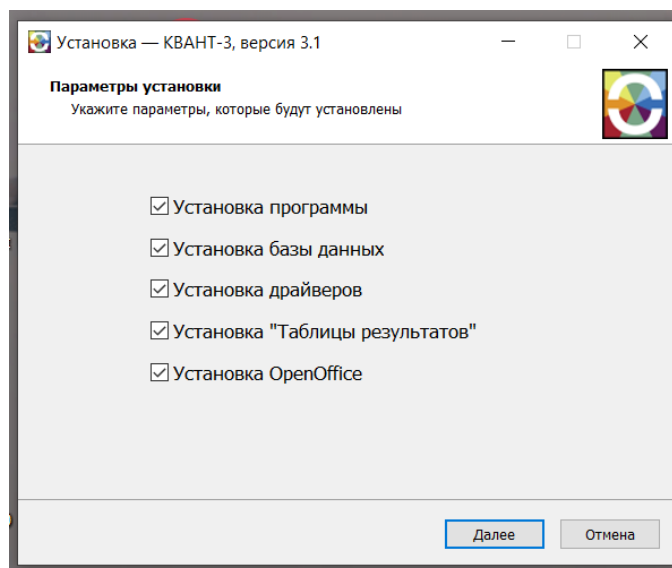

Рис. 4 Окно установки программы
2.3.2 Через проводник Windows запустить файл **setup.exe**. На рабочем столе появится окно рис. 4